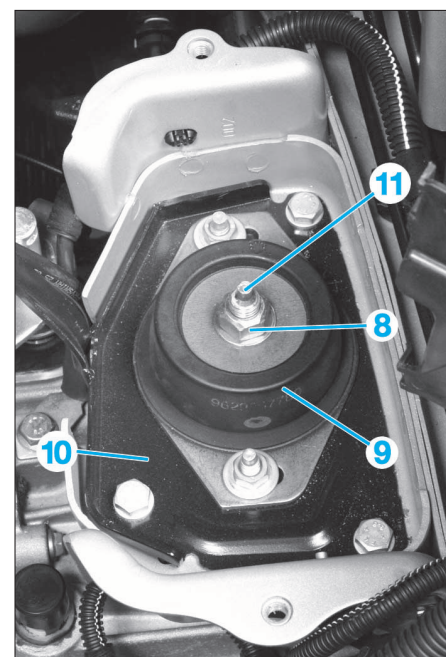

FIG. 4
- Déposer (Fig.4) :
- l'écrou d'axe de boîte (8) et sa rondelle
- les deux écrous puis la cale élastique (9)
- les trois vis puis le support intermédiaire de boîte (10)
- l'axe de boîte (11)